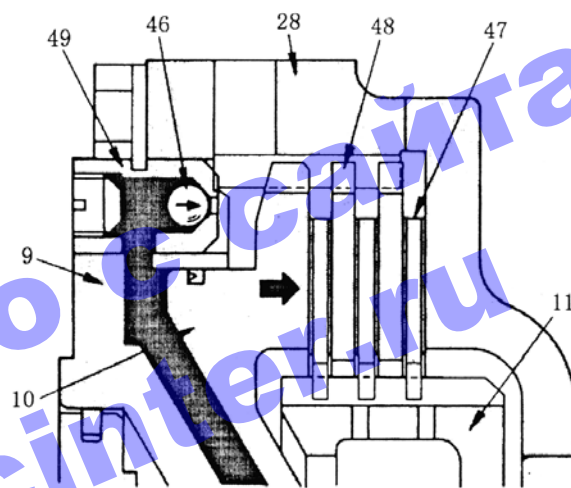

Рис. 5-20.
(1) Включение муфты (Рис. 5-20)